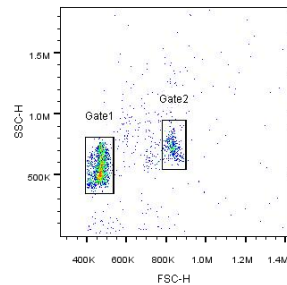

图 1
- 2) 检测空白微球, 调整 FSC-SSC 散点图, 使两群微球落在预定的范围, 设 SSC 较小的群为 “Gate1”, 较大的微球群设为 “Gate2”, 如图 1。